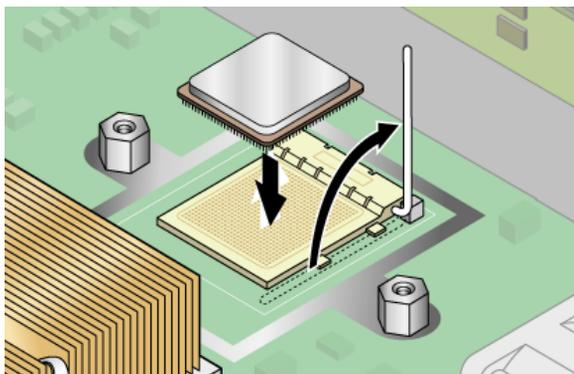

FIGURE 4-31 Installation d'une CPU dans sa fiche
2. Assurez-vous que le levier de dégagement de la fiche est en position complètement ouverte, perpendiculaire (voir FIGURE 4-31).
5. Une fois la CPU complètement insérée dans la fiche, faites tourner vers le bas le levier de la fiche jusqu'à ce qu'il s'enclenche en fixant la CPU dans la fiche (voir FIGURE 4-31).